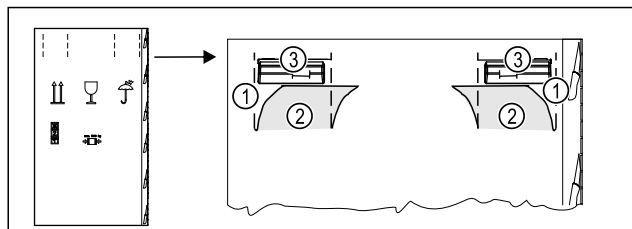

Fig. 4
- Comprime il cartone di imballaggio in alto sulla perforazione Fig. 4 (1).
- Estrarre le linguette compresse Fig. 4 (2).
- La maniglia di trasporto Fig. 4 (3) a destra e a sinistra è visibile.
- Tenere l'apparecchio dalle maniglie di trasporto Fig. 4 (3).